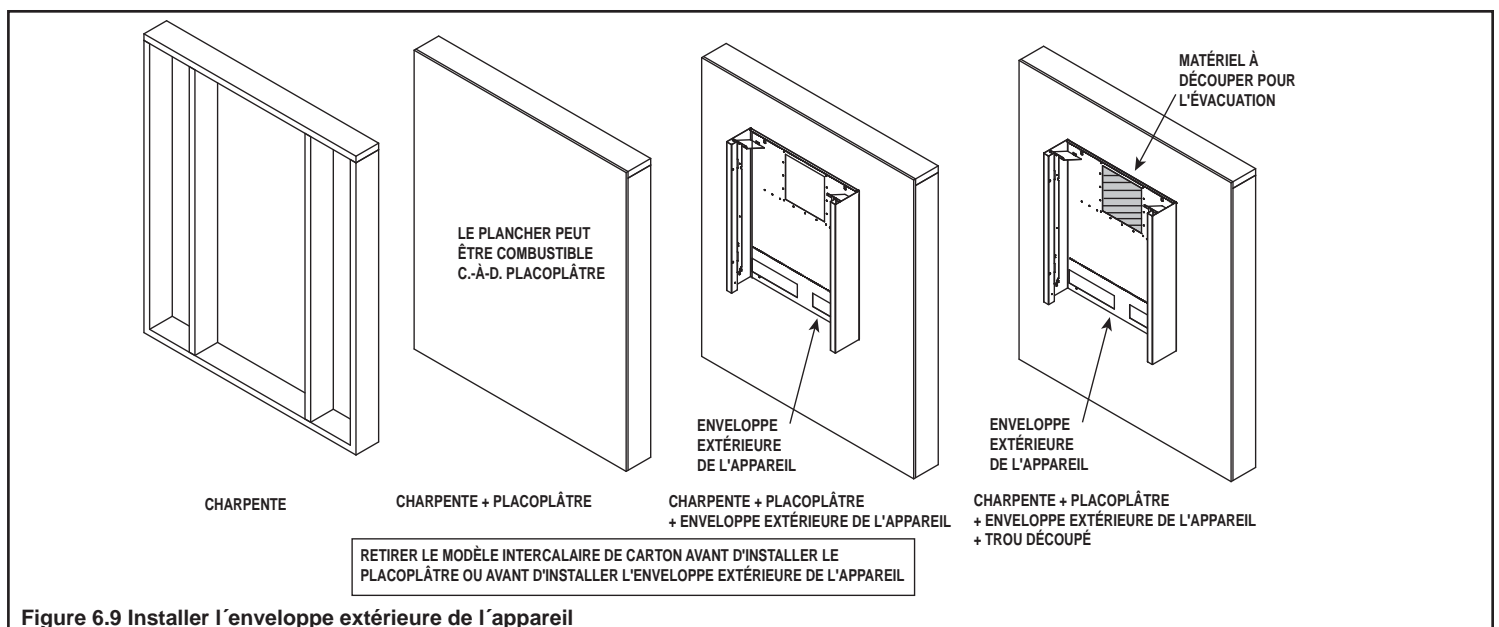
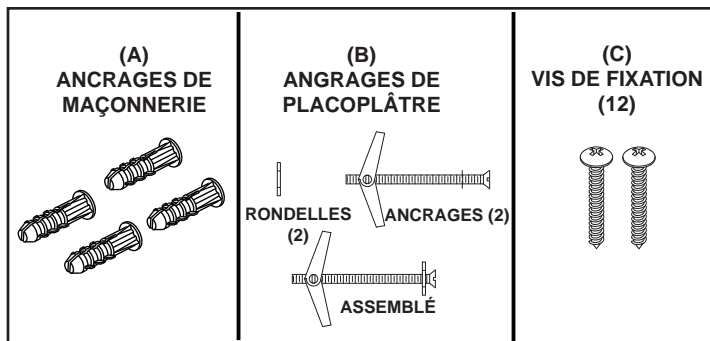

Figure 6.9 Installer l'enveloppe extérieure de l'appareil
Figure 6.11 Ancrages à maçonnerie et à placoplâtre
3. Positionnez l'enveloppe extérieure sur le mur et assurez-vous qu'elle est à niveau. Voir la figure 6.9. Au moins deux vis doivent être attachées aux colombages verticaux du mur. Fixez avec les attaches fournies. Voir les figures 6.11(C) et 6.12.
4. Découpez un trou dans le mur comme indiqué à la figure 6.9. Vous pouvez utiliser l'enveloppe extérieure de l'appareil comme guide.
8. En fixant à un mur de brique (maçonnerie), utilisez des ancrages à maçonnerie. Voir la figure 6.11 (A).
9. Au moins deux vis doivent être utilisées pour attacher l'appareil aux colombages verticaux du mur. Voir la figure 6.11 (C). Utilisez les ancrages à placoplâtre si un colombage mural n'est pas disponible sur un ou les deux côtés de l'enveloppe extérieure de l'appareil. Voir la figure 6.11 (B).